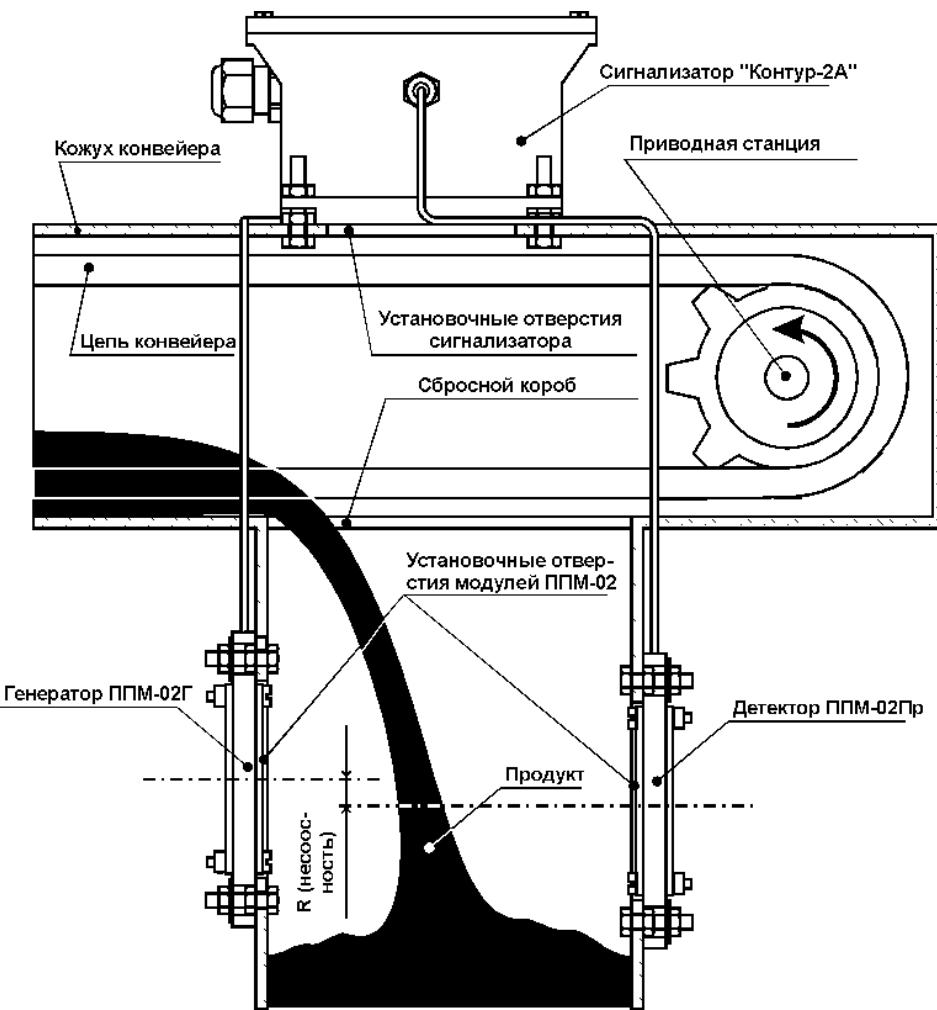

Рис.3. Монтаж датчика РДДП-02А.
Сигнализатор «Контур-2А» устанавливается в отверстия на коробе скребкового конвейера около приводной станции: в непосредственной близости от него проходит верхняя ветвь цепи (рис. 3). Так как приводная станция толкает её вперёд, то обрыв цепи (в любом месте) вызывает её «провисание» в месте установки сигнализатора, то есть при обрыве цепи расстояние между ней и датчиком увеличивается.
Принцип работы канала «Подпор» основан на ослаблении амплитуды радиосигнала при прохождении им слоя продукта. На противоположных стенках сбросного короба друг напротив друга устанавливаются выносные модули ППМ-02Г и ППМ-02Пр (рис. 3).
Монтаж датчика следует проводить в строгом соответствии с рис. 3. Установку сигнализатора «Контур-2А» рекомендуется выполнять на расстоянии 50...100 см от приводной звёздочки конвейера, а модули ППМ-02Г и ППМ-02Пр монтируются на короб как можно дальше от сигнализатора (по длине соединительных кабелей).
**ВНИМАНИЕ! В месте установки сигнализатора «Контур-2А» не должны присутствовать устройства, поддерживающие цепь снизу (перегородки, ролики, «лыжи» и т. д.). Наличие подобных устройств не позволит цепи провиснуть и не приведёт к срабатывания датчика при обрыве цепи! Направление вращения приводной звёздочки должно строго соответствовать рис. 3.**
Отверстия для генератора и детектора должны (по возможности) располагаться соосно: это повысит чувствительность канала «Подпор» и позволит изделию работать при более толстых слоях налипания продукта. Несоосность установки (R на рис. 3) не должна превышать 10% от ширины (диаметра) сбросного короба.